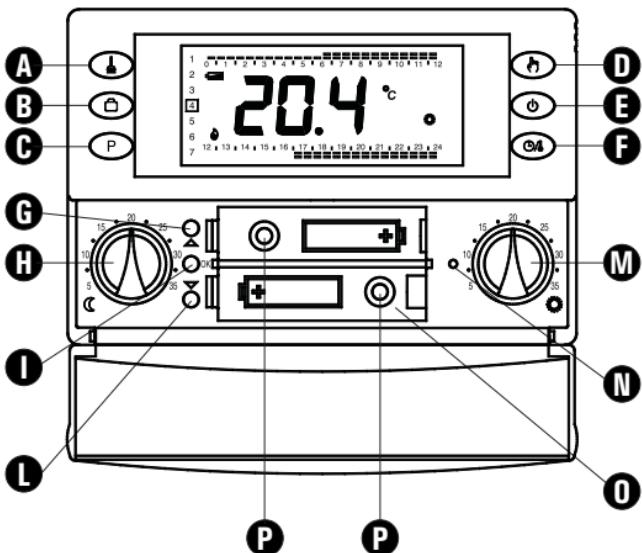

Fig. 4
5. Insérer les batteries dans le logement des batteries (0 de la Fig. 4) ; voir le paragraphe 'INSERTION/REEMPLACEMENT DES BATTERIES'.
insérer les piles en respectant les polarités indiquées dans le logement respectif (voir le paragraphe 'INSERTION/REEMPLACEMENT DES BATTERIES') et réaliser l'opération de réinitialisation avec un objet pointu à travers le trou correspondant (N de la Fig. 4). **NE PAS UTILISER DES AIGUILLES OU DES INSTRUMENTS CAPABLES D'ENDOMMAGER IRRÉMÉDIABLEMENT LE CHRONOTHERMOSTAT.**
'OK': programmation de l'heure et du jour de la semaine courante (I de la Fig. 4) ;
'': avant (G de la Fig. 4) ;
'': arrière (L de la Fig. 4) ;
La température de confort est établie au moyen du bouton '✿' (M de la Fig. 4) tandis que celle de réduction est établie au moyen du bouton '✿' (H de la Fig. 4).